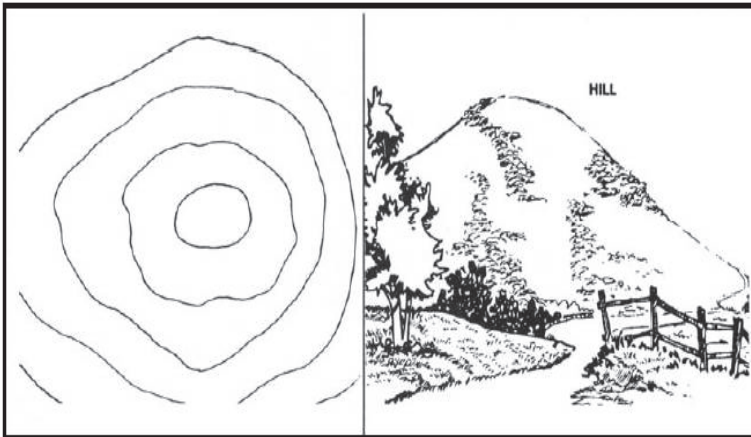

Figure 071-COM-1001-2. Hill.
b. Identify a saddle (Figure 071-COM-1001-3).